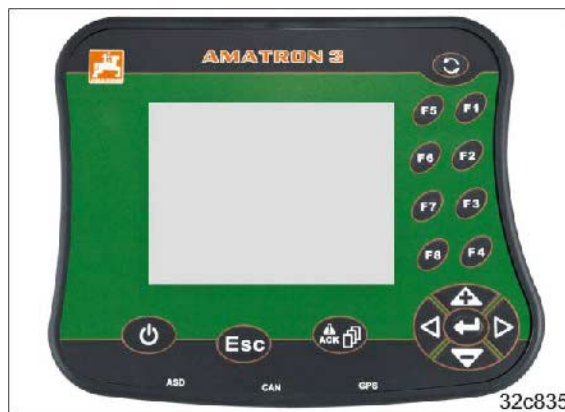

Fig. 41
- Affichage sur le terminal de commande (Fig. 41)